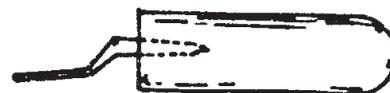

Figura 7
- Introduce en la perforación la varilla por el extremo con punta, golpeando el mango sobre el piso, procurando que quede bien firme (figura 7).